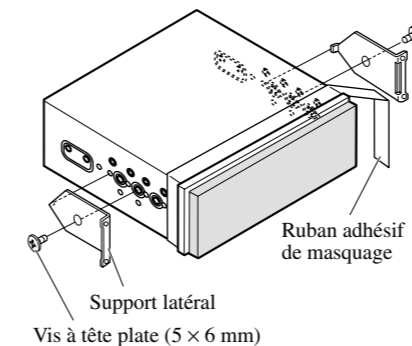

Fig. 15
- 1. **Décidez où placer les supports latéraux. (Fig. 15)**